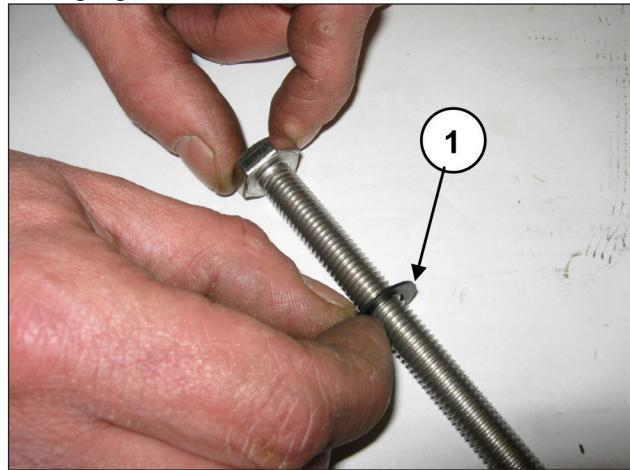

Abb. 136
Setzen Sie die Unterlegscheibe Ø10x18x0.9 auf die Befestigungsschraube des Kolbens (Pos. ①, Abb. 136).